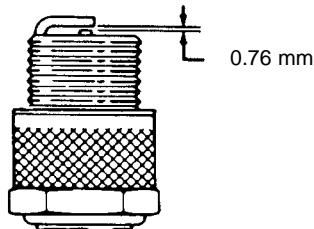

図48
4. プラグの電極間のエアギャップを約0.76 mmに調整後、シリンダヘッドに取り付け、23 Nm (2.3kg.m)でガスケットシールと共にトルク締めする。トルクレンチがない場合は十分に締めつける(図48)。